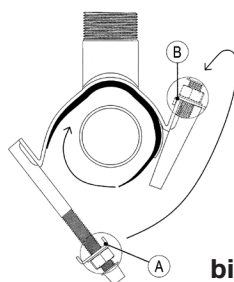

bild 2.
- Skruva upp muttrarna till änden av bulten utan att skruva av dem. Öppna oket och kräng det runt röret (bild 2) till lämplig position. På RS2 häktas ena sidans låsbeslag fast på fästkragens överdel.
- Häkta fast låsbeslaget, på RS2 det återstående beslaget, på fästkragens överdel (från A till B bild 2). Kontrollera att okbandet sitter korrekt och att okpackningen ligger an mot röret utan veck. Tryck ihop delarna och fäst muttrarna för hand.